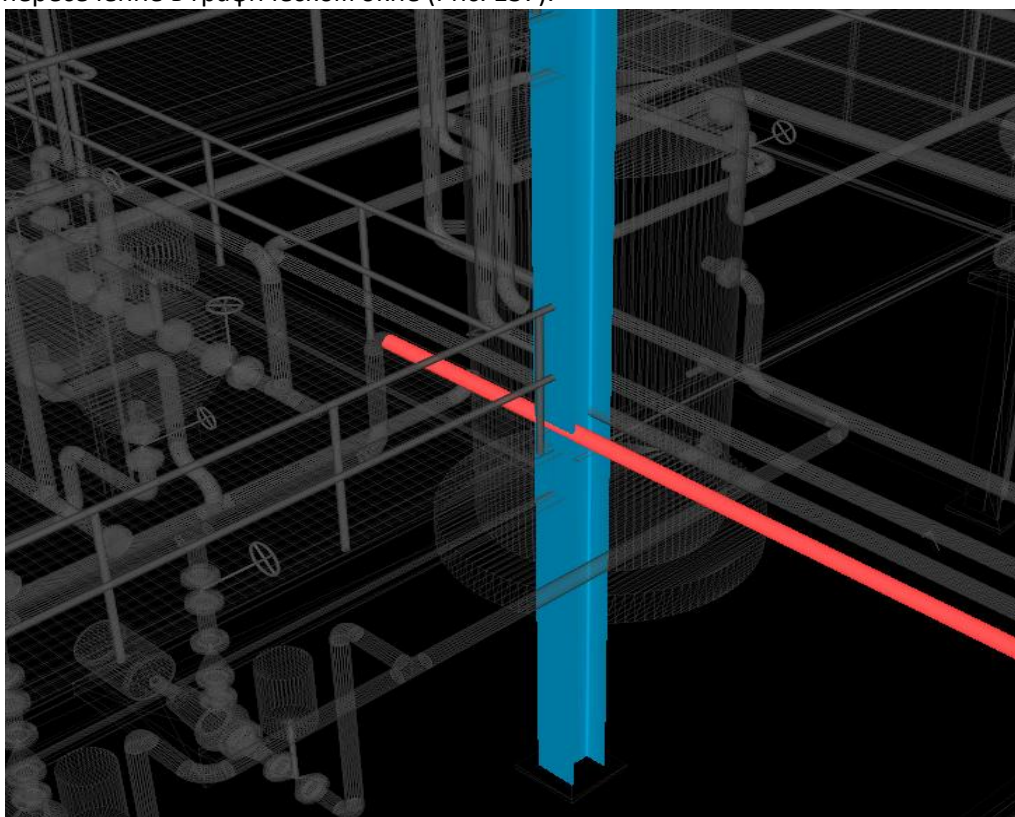

Рис. 137
- Выделите коллизию в поле **Результаты**, и программа покажет найденное пересечение в графическом окне (Рис. 137).